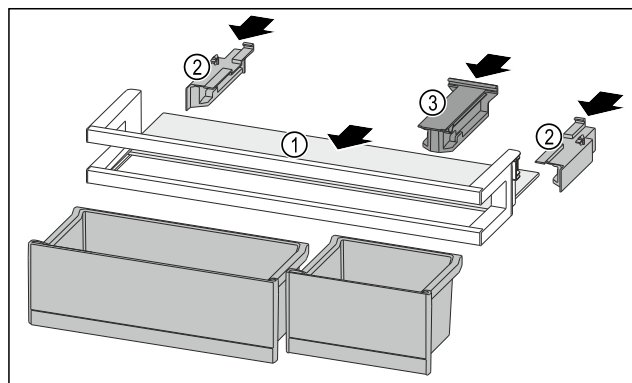

Fig. 149
- ▶ Всуньте полицю Fig. 149 (1) в бокові пази.
- ▶ Вставте бічні елементи Fig. 149 (2).
- ▶ Вставте кріпильний елемент Fig. 149 (3).